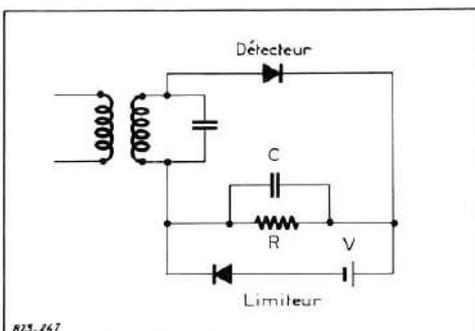

Fig. 1
**D**E tels circuits sont surtout employés dans des récepteurs de télévision où le son est reçu en modulation d'amplitude. Sur les fréquences de travail employées, les parasites ont surtout pour origine les étincelles d'allumage des véhicules automobiles. Le limiteur a pour fonction de couper les signaux dépassant un certain niveau. La figure 1 montre le schéma de principe d'un circuit limiteur à diode, le seuil d'écrêtage est ici créé par une pile, en pratique on trouve dans le récepteur la tension négative nécessaire. On voit que la diode se trouve en parallèle sur le circuit de détection, son anode est polarisée d'une valeur suffisante par rapport à sa cathode pour qu'avec la modulation maximale elle ne soit pas encore conductrice, de ce fait elle n'aura aucune action par sa présence en parallèle sur R.C. Mais dès qu'une impulsion parasite d'une amplitude supérieure à celle de la crête maximale admise pour la modulation arrivera, la diode passera à l'état de conduc-